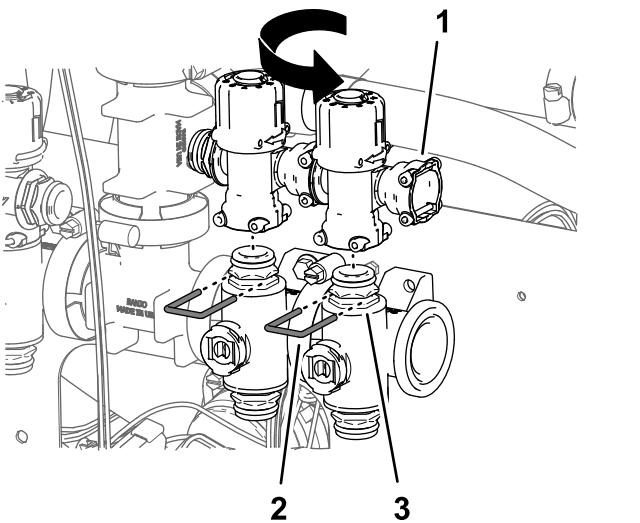

Figura 101
8. Ripetete i passaggi da 5 a 7 per le valvole di bypass della valvola dell'ugello 6 e la valvola dell'ugello 7 (Figura 101).